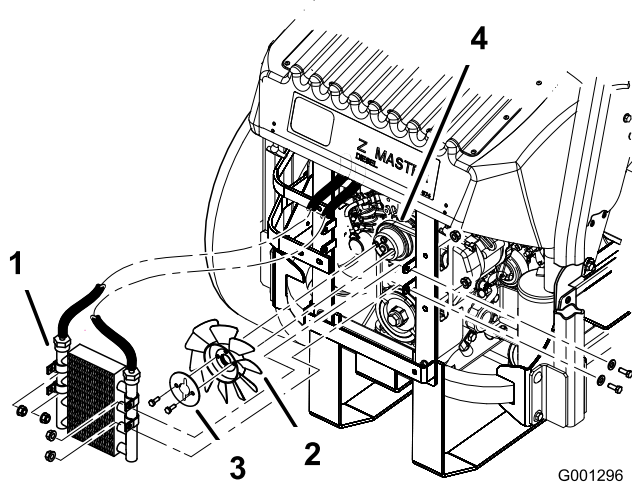

Figure 66
5. Enlevez les 4 boulons de fixation du refroidisseur d'huile et placez ce dernier sur le côté (Figure 66).
6. Enlevez les 2 boulons qui fixent le ventilateur et la plaque du ventilateur à la machine (Figure 66).
10. Montez le ventilateur et sa plaque sur la machine au moyen des 2 boulons retirés précédemment (Figure 66).
11. Remontez le refroidisseur d'huile au moyen des 4 boulons retirés précédemment (Figure 66).